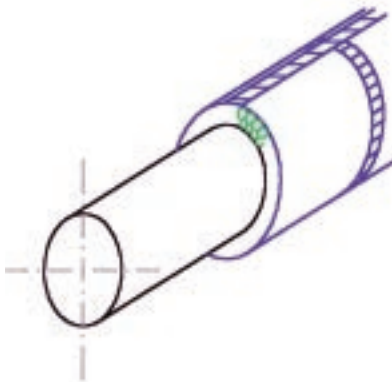

Bild 6
- Die PVC-Folie muß mit PVC-Nieten oder mit Quellschweißmittel und überlappend (Längs- und Querstöße) verarbeitet sein (Bild 6).
- Die Grobkornfolie muß mit speziellen Grobkornfoliennieten oder speziell dafür geeigneten Aluklebebändern und überlappend (Längs- und Querstöße) verarbeitet sein (Bild 6).
- Die PVC-Folie muß mindestens mit Quellschweißmittel und überlappend (Längs- und Querstöße) verarbeitet sein (Bild 6). **Auf keinen Fall darf genietet sein.**
- Die Grobkornfolie muß mit Alu-Spannbändern oder speziell dafür geeigneten Aluklebebändern, **nicht mit Grobkornfoliennieten**, und überlappend (Längs- und Querstöße) verarbeitet sein (Bild 6).